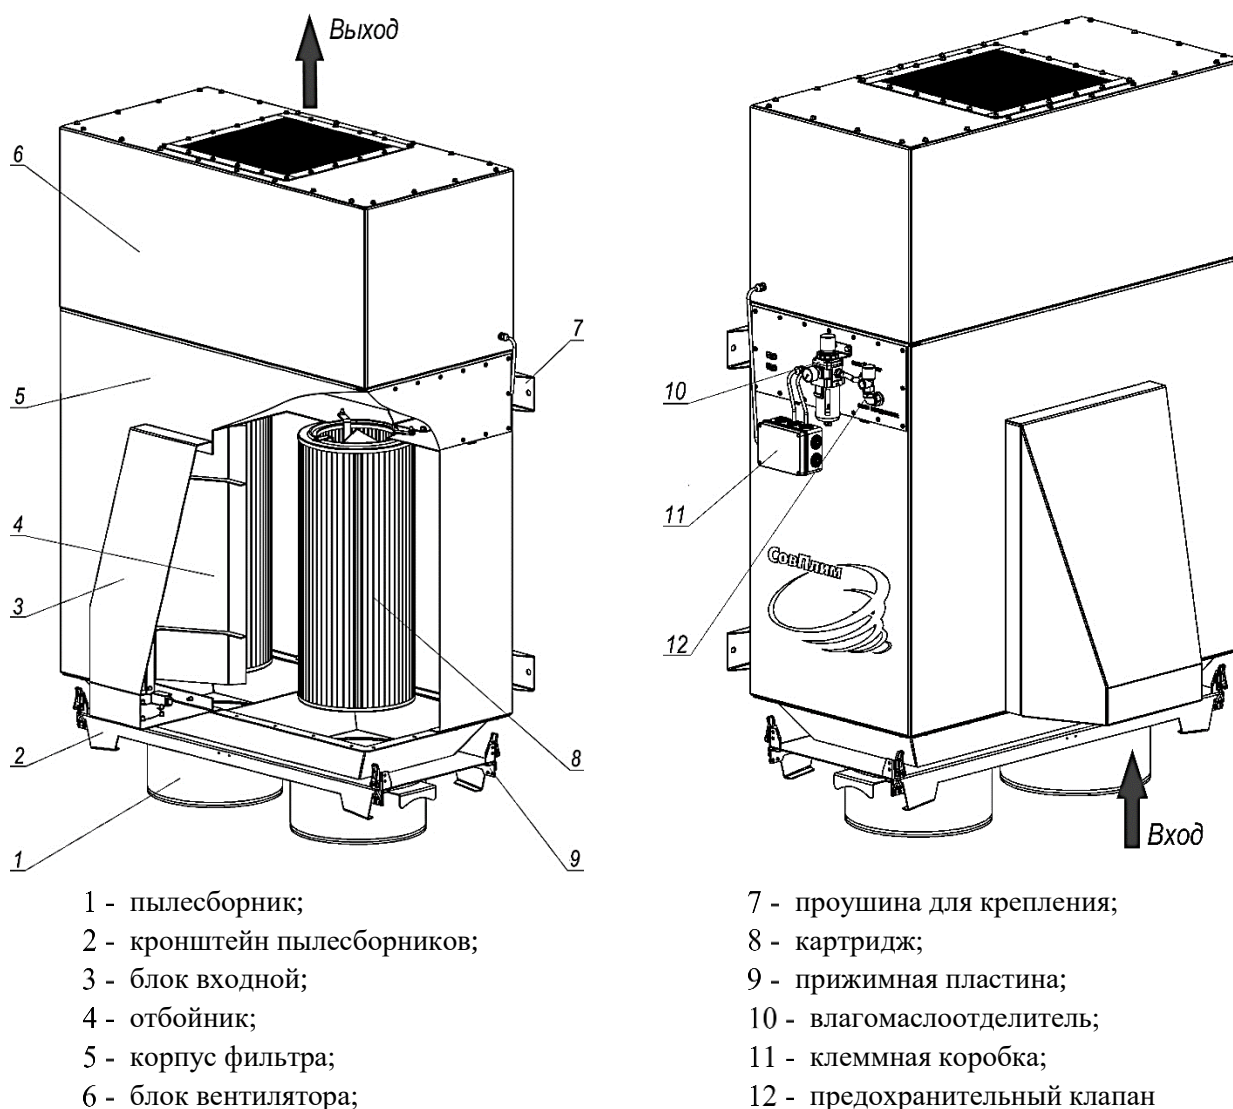

Рисунок 1
3.3.1 Воздушно-пылевой поток под действием разрежения, создаваемого встроенным вентилятором в блоке вентилятора (рисунок 1, поз. 6), всасывается через воздухоприёмную воронку ВУ и поступает во входной блок фильтра. На входе поток огибает отбойник (поз. 4); при изменении направления движения крупные частицы загрязнений отделяются от воздушного потока и осыпаются в пылесборник (поз. 1).